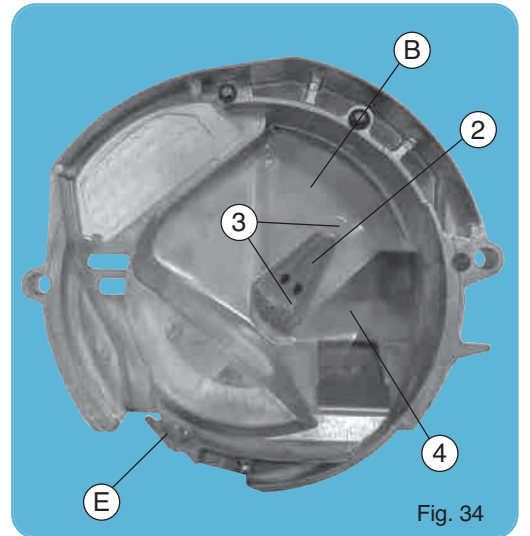

Fig. 34
1. POSITION HAUTE (fig. 34) POUR GROSSES GRAINES, c'est-à-dire maïs, haricots, soja, pois, féveroles, arachides, coton...
1. HIGH POSITION (fig. 34) FOR LARGE SEEDS, i.e. corn, beans, soybean, peas, kidney beans, peanuts, cotton...
1. POSICIÓN ALTA (fig. 34) PARA GRANOS DE GRAN CALIERE, es decir maíz, alubias, soja, guisantes, habichuelas, cacahuètes, algodón...
1. POSIZIONE ALTA (fig. 34) per SEMI GROSSI (mais-fagioli-soia-ecc.)